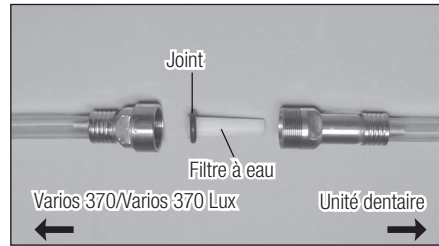

Fig.22
- 3) Lorsque le logement du filtre à eau est séparé, le filtre à eau peut être retiré comme indiqué sur la Fig.22.